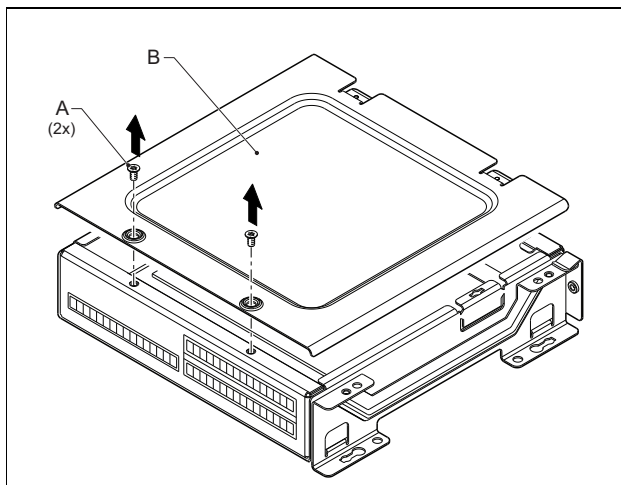

figura 20.8: Retirada de la cubierta del módulo
- 1 Retire los tornillos (A) de cada módulo y deslice la cubierta superior (B) para quitarla (véase figura 20.8). Asegúrese de conservar los tornillos (A) para un uso posterior.